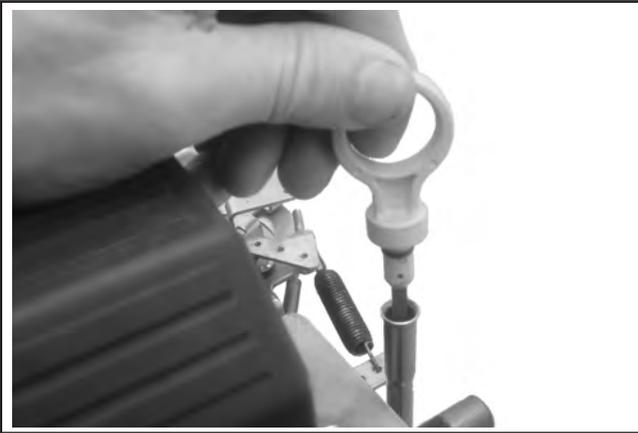

Abbildung 11-104. Den Messstab im Rohr wieder montieren.
5. Öl nachfüllen, bis der Ölstand die Markierung "F" erreicht und den Ölmesstab wieder montieren. Siehe Abbildung 11-104.